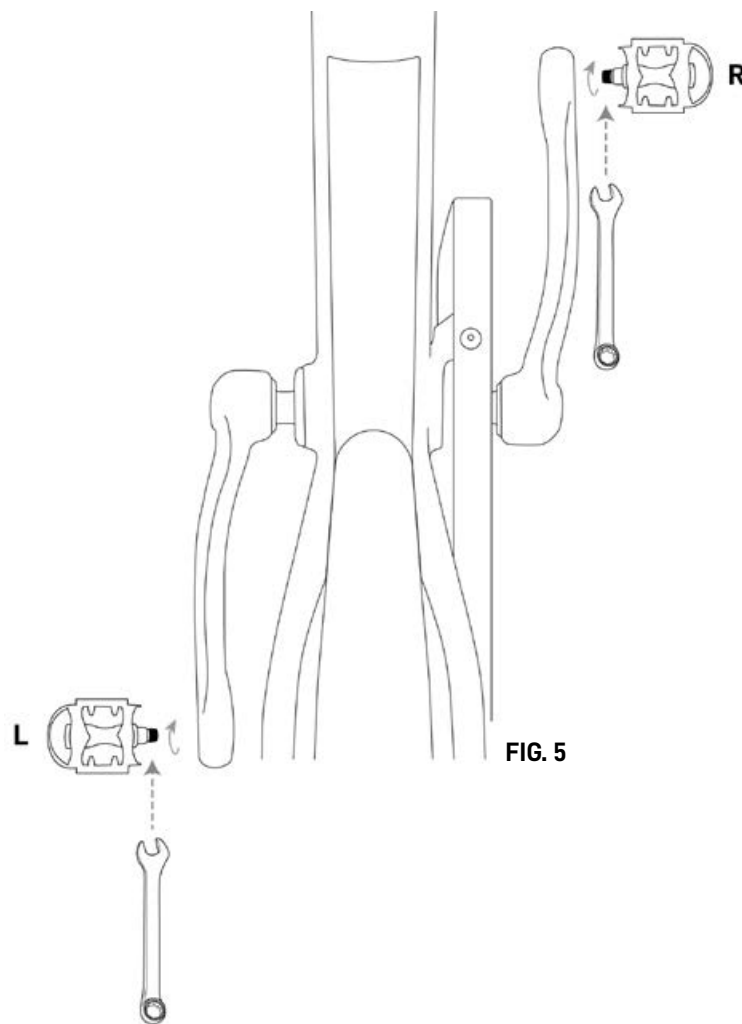

FIG. 5
**Pedale destro:** viene identificato dalla lettera "R" segnata sul suo perno. Per il montaggio del pedale, avvitare ruotando il perno in senso orario (Fig. 5).
**Pedale sinistro:** viene identificato dalla lettera "L" segnata sul suo perno. Per il montaggio del pedale, avvitare ruotando il perno in senso antiorario (Fig. 5).